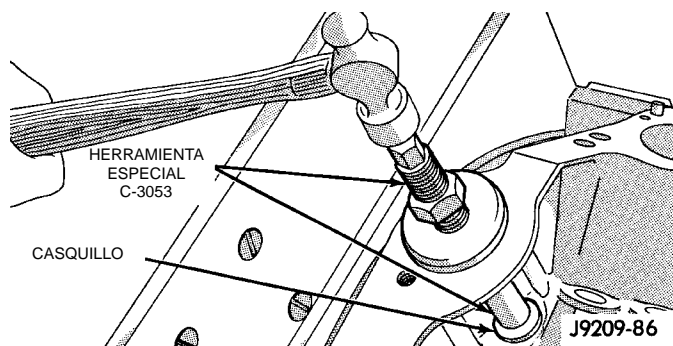

Fig. 34 Instalación del casquillo del eje de transmisión del distribuidor
(1) Deslice el nuevo casquillo sobre el extremo del bruñido de la Herramienta de guía/bruñidor del casquillo del eje de transmisión del distribuidor C-3053. Inserte la herramienta y el casquillo en el hueco.
(2) Empuje el casquillo y la herramienta con un martillo hasta colocarlos en posición (Fig. 34).